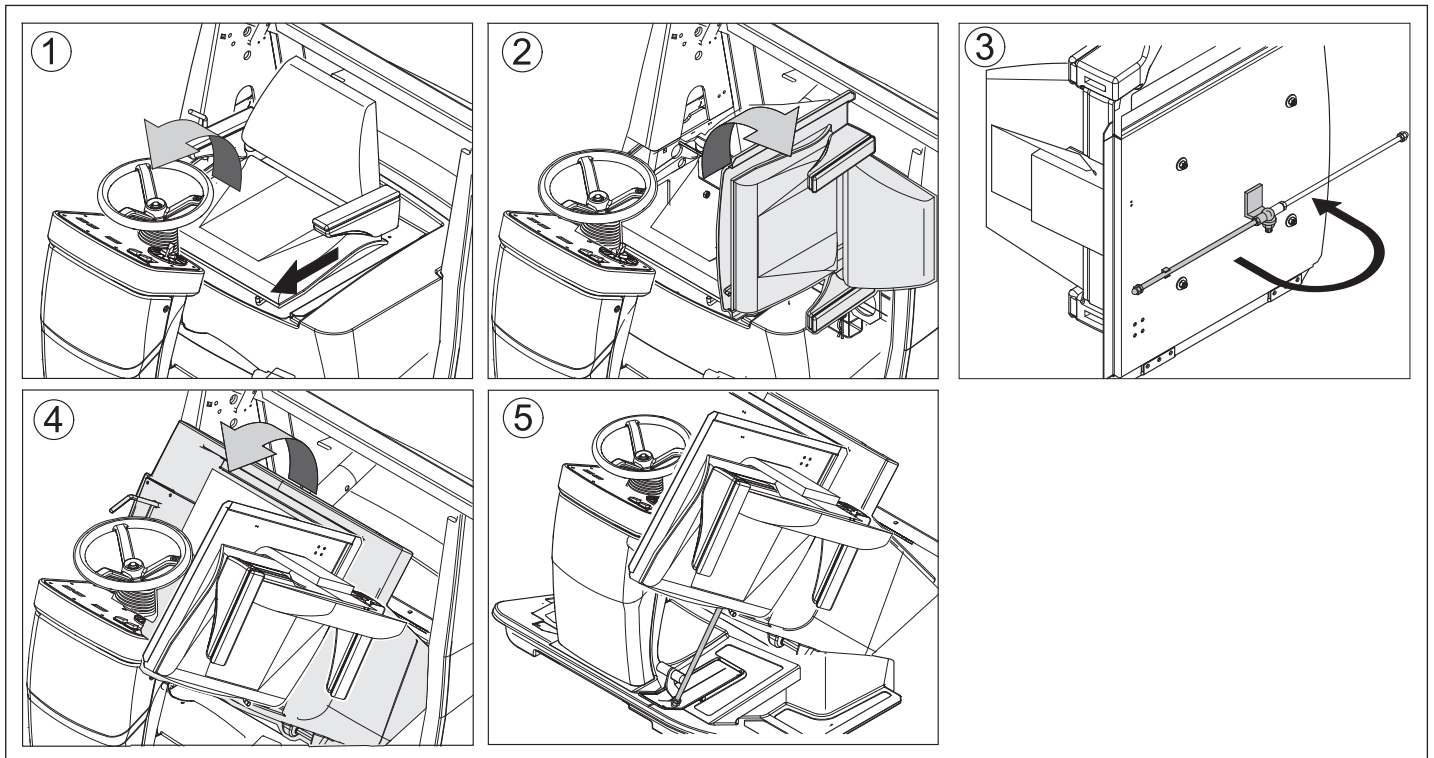

Figura 3
- Abra y fije el capó del aparato (figura 3).
Abra y fije el capó del aparato (figura 3).